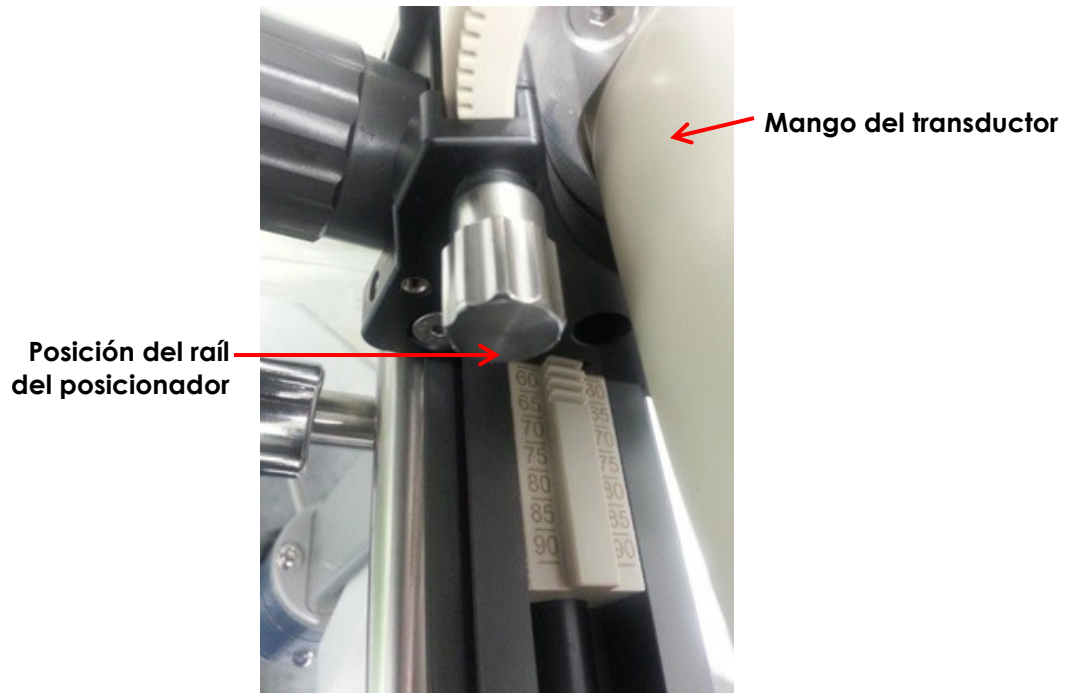

Figura 40. Posición del raíl del posicionador
3. Avance el transductor a lo largo del *raíl del posicionador* hasta el punto que se indica en la Figura 40.